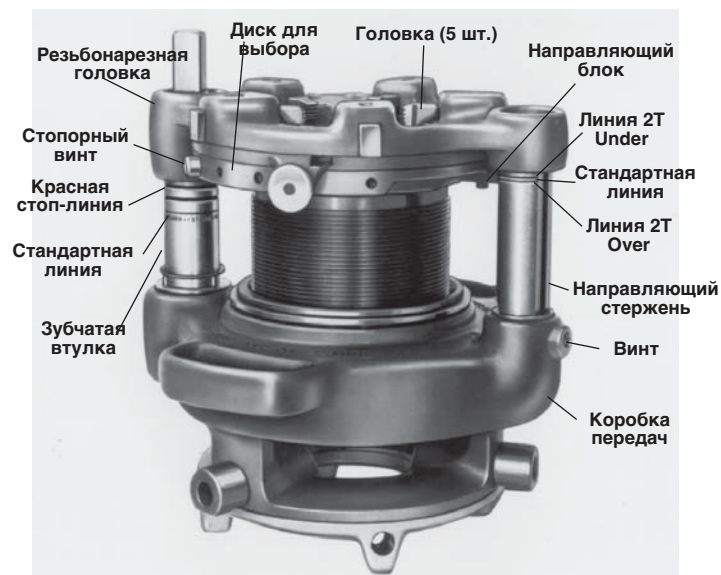

Рисунок 17 – Головка № 141 с установленным ведущим стержнем № 844 (то же для головки № 161)
1. Выкрутите стопорный винт (рисунок 17) из диска для выбора.
ВАЖНО! V-образные желобки должны выступать примерно на 2 см перед передними кулачками (рисунок 17), что обеспечит достаточно свободного места для смазывания.
- 141 и 161 – Отпустите педальный выключатель, когда на зубчатой втулке появится красная линия STOP (рисунок 17).